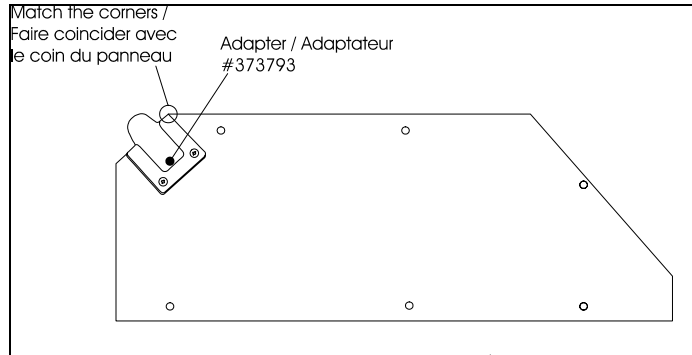

FIGURE 2 : PANNEAU AVANT DE LA BOITE DE MÉLANGE 22204
4. Percer un trou de 1" (25mm) de diamètre dans le coin supérieur gauche du panneau de la boîte de mélange. Appliquer du silicone au dos de l'adaptateur #373793 et fixer à l'aide de 2 vis #500638. Voir la figure 2 pour le bon positionnement.
3. Percer un trou de 1" (25mm) de diamètre dans le coin supérieur gauche du panneau de la boîte de mélange. Appliquer du silicone au dos de l'adaptateur #373793 et fixer à l'aide de 2 vis #500638. Voir la figure 2 pour le bon positionnement.